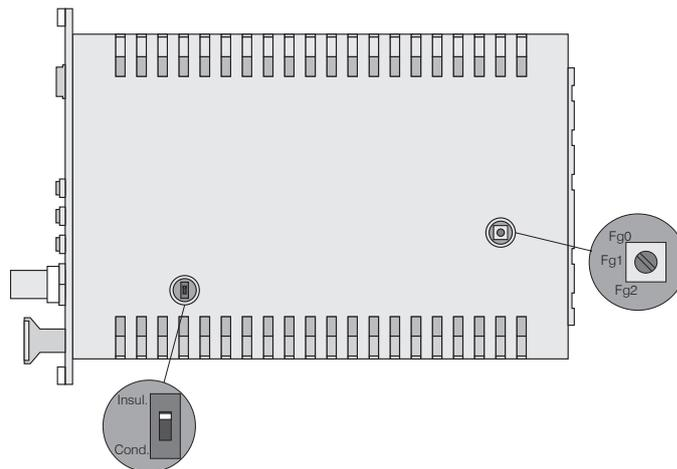

Abb. 27 Schalter auf Platine für Werkstoffwahl und Grenzfrequenz
Mit einem Schiebeselector, siehe Abb. 27, wird zwischen leitenden und nichtleitenden Messobjekten umgeschaltet. In Stellung *Cond.* (elektrischer Leiter) ist nur die Nullpunkt-einstellung mit dem Zero-Trimmer aktiv. Die Verstärkung ist fest auf 0 bis 10 V über den gesamten Messbereich eingestellt.
Die Grenzfrequenz des analogen Ausgangssignals kann mit einem Drehschalter auf der Platine, siehe Abb. 27, eingestellt werden.
- Schiebeschalter im Controller in Stellung *Cond.* (elektrischer Leiter, siehe Abb. 27)
➡ Bringen Sie dazu den Schalter im Controller in die Stellung *Insul.* (isolierende Werkstoffe, siehe Abb. 27). Der nun notwendige Linearitätsabgleich wird entsprechend den Anweisungen, siehe 5.4, durchgeführt.
- Schiebeschalter im Controller in Stellung "Insul." (Isolator, siehe Abb. 27)